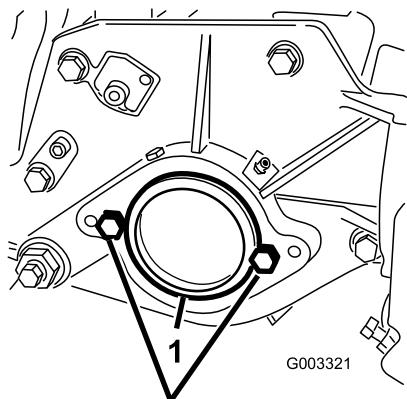

Figura 7
3. Sul lato destro dell'apparato di taglio, rimuovete il tappo in plastica dall'alloggiamento del cuscinetto (Figura 7).
4. Togliete i 2 bulloni dalla piastra laterale destra (Figura 7).
2. Bulloni (2)
6. Montate, senza stringere eccessivamente, i 2 bulloni di montaggio del motore del cilindro sulla piastra sinistra dell'apparato di taglio (Figura 7).